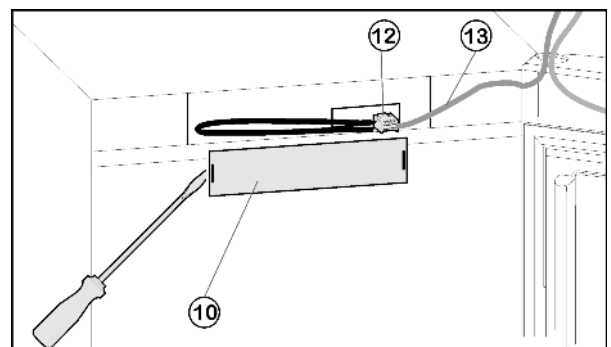

Fig. 4
- Enlever le panneau de face Fig. 4 (10) avec un tournevis.
- Enlever le contact et détacher raccord enfichable Fig. 4 (12).
- ▶ Brancher à nouveau la fiche Fig. 4 (12) de raccordement.
- ▶ Remettre en place le cache Fig. 4 (10).